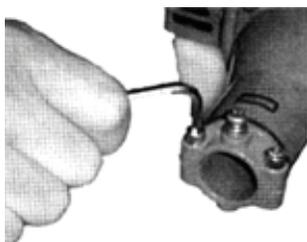

Figura 4.
1. Use la llave Allen de 4mm para aflojar la abrazadera del tubo como se muestra en la Figura 4.